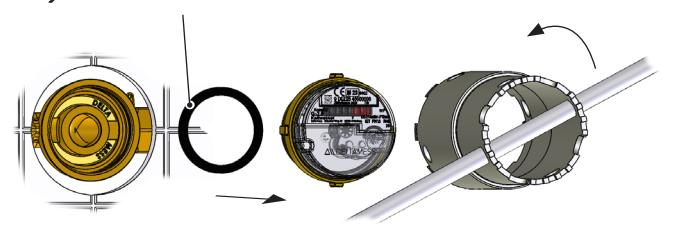

Bild 2 (Demontage Messeinsatz)
- Messeinsatz Koax G2 mit DELTAMESS-Montageschlüssel demontieren (*Bild 2*).